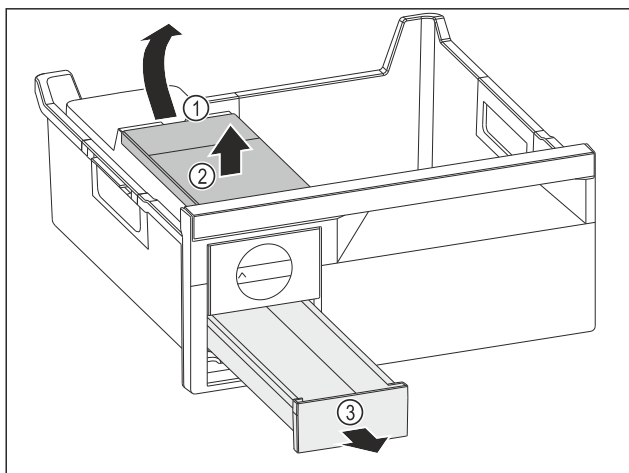

Fig. 142
- Watertank wegnemen: Watertank bij de uitsparing Fig. 142 (1) optillen.
- Watertank Fig. 142 (2) naar boven toe wegnemen.
- Ijsblokjesvak Fig. 142 (3) naar voren toe wegnemen.